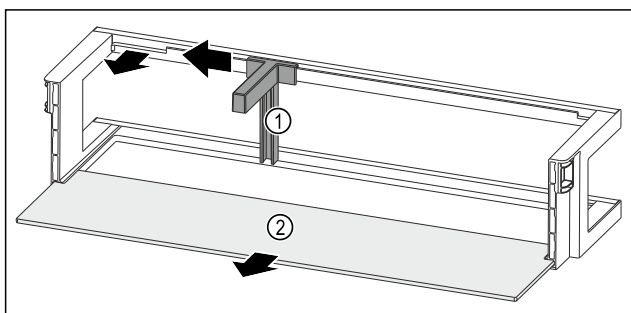

Fig. 169 Dvevní přihrádka s držákem lahví a odkládací plochou
- Držák lahví Fig. 169 (1) posuňte na stranu až k vybrání.
- Držák lahví Fig. 169 (1) odeberte.
- Odkládací plochu Fig. 169 (2) odeberte.